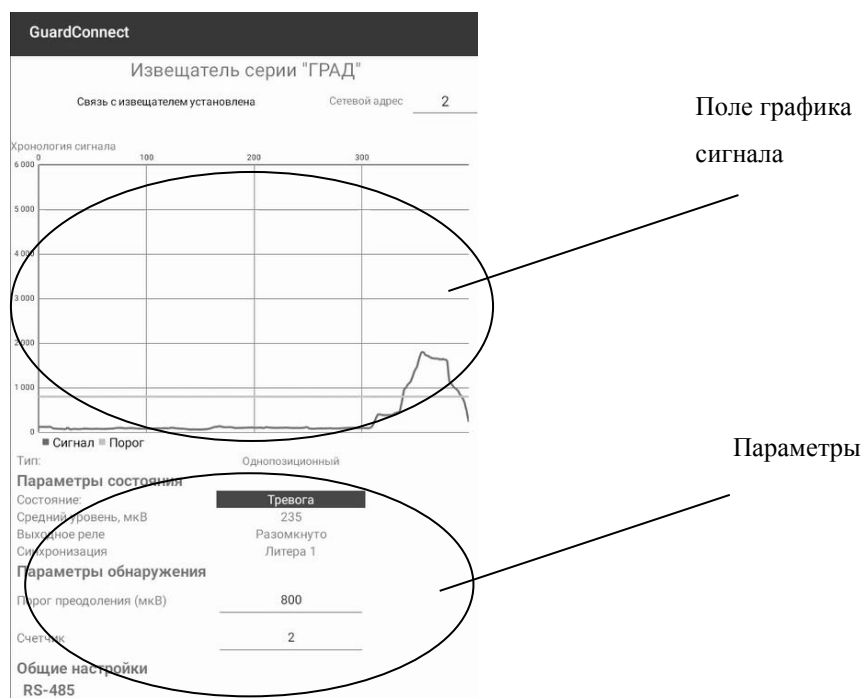

Рис. 8.5
8.6.2 Общий вид меню и назначение параметров извещателей серии «ГРАД» и «Визирь» представлены на рис. 8.5 и табл. 8.4-8.5